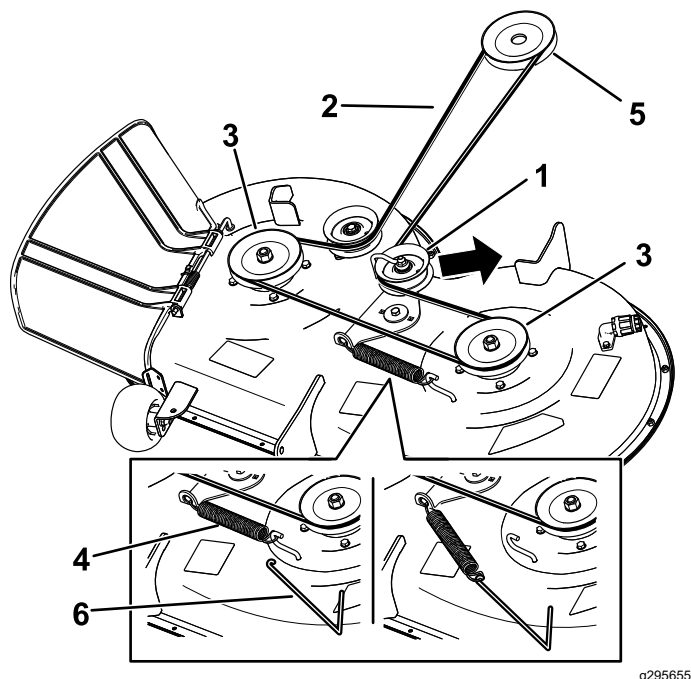

Figura 57
2. Șurub (3)
6. Utilizând un instrument de îndepărtare arcuri (nr. piesă Toro 92-5771), îndepărtați arcul rolei de ghidare din cârligul punii pentru a detensiona fulia rolei de ghidare și îndepărtați cureaua de pe fulii (Figura 57).
7. Amplasai cureaua nouă în jurul fuliilor motorului și ale mâinii de tuns iarba (Figura 57).
8. Utilizând un instrument de îndepărtare arcuri (nr. piesă Toro 92-5771), montați arcul rolei de ghidare pe cârligul punii și tensionați fulia rolei de ghidare și cureaua mâinii de tuns iarba (Figura 57).